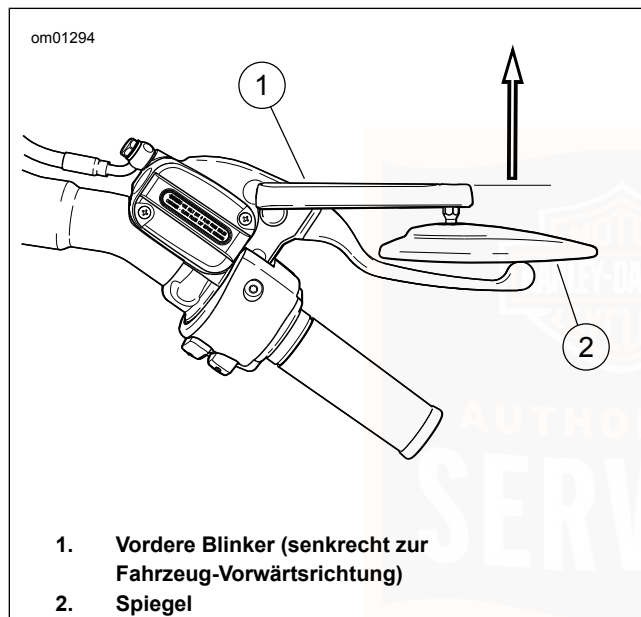
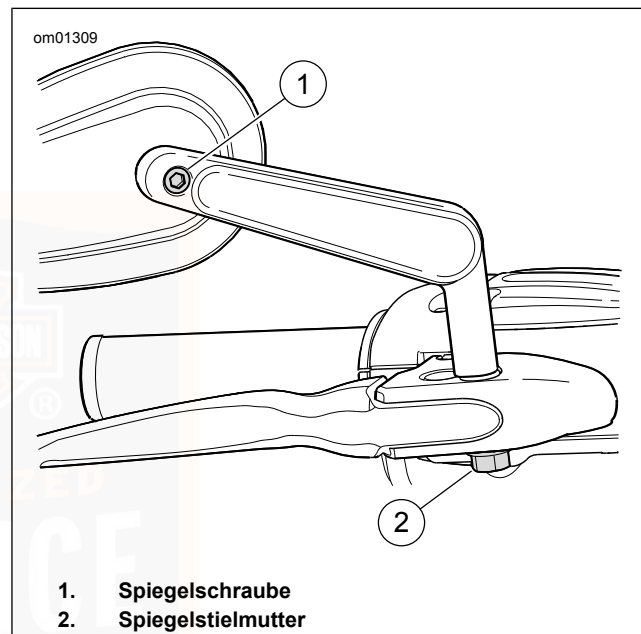

Abbildung 16. Spiegel-/Blinker-Ausrichtung: VRSCF-Modell
Abbildung 17. Spiegel-/Blinker-Befestigungsteile: VRSCF-Modell
Siehe Abbildung 16. Beim VRSCF-Modell fungieren die Spiegelstiele als vordere Blinker. Anhand des folgenden Verfahrens können die vorderen Blinker korrekt ausgerichtet und die Rückspiegel eingestellt werden.
Siehe Abbildung 17. Immer die Befestigungsteile lockern, bevor die Position von Blinkern oder Spiegel verstellt wird. Wenn nur an der Spiegelfläche oder am Spiegelstiel gedrückt wird, kann die Baugruppe beschädigt werden.
1. Siehe Abbildung 17. Die Mutter am Spiegelstiel lockern. Den vorderen Blinker so einstellen, dass er geradeaus nach vorne gerichtet ist; die Leuchtfläche muss nach vorne zeigen, wie in Abbildung 16 dargestellt.